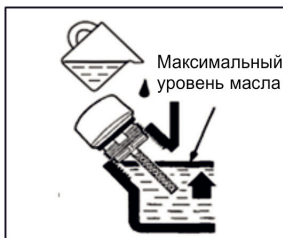

Рис. 20
6. Установите электростанцию на горизонтальной поверхности и залейте новое моторное масло рекомендованное производителем до нижней кромки маслозаливной горловины (рис. 20)